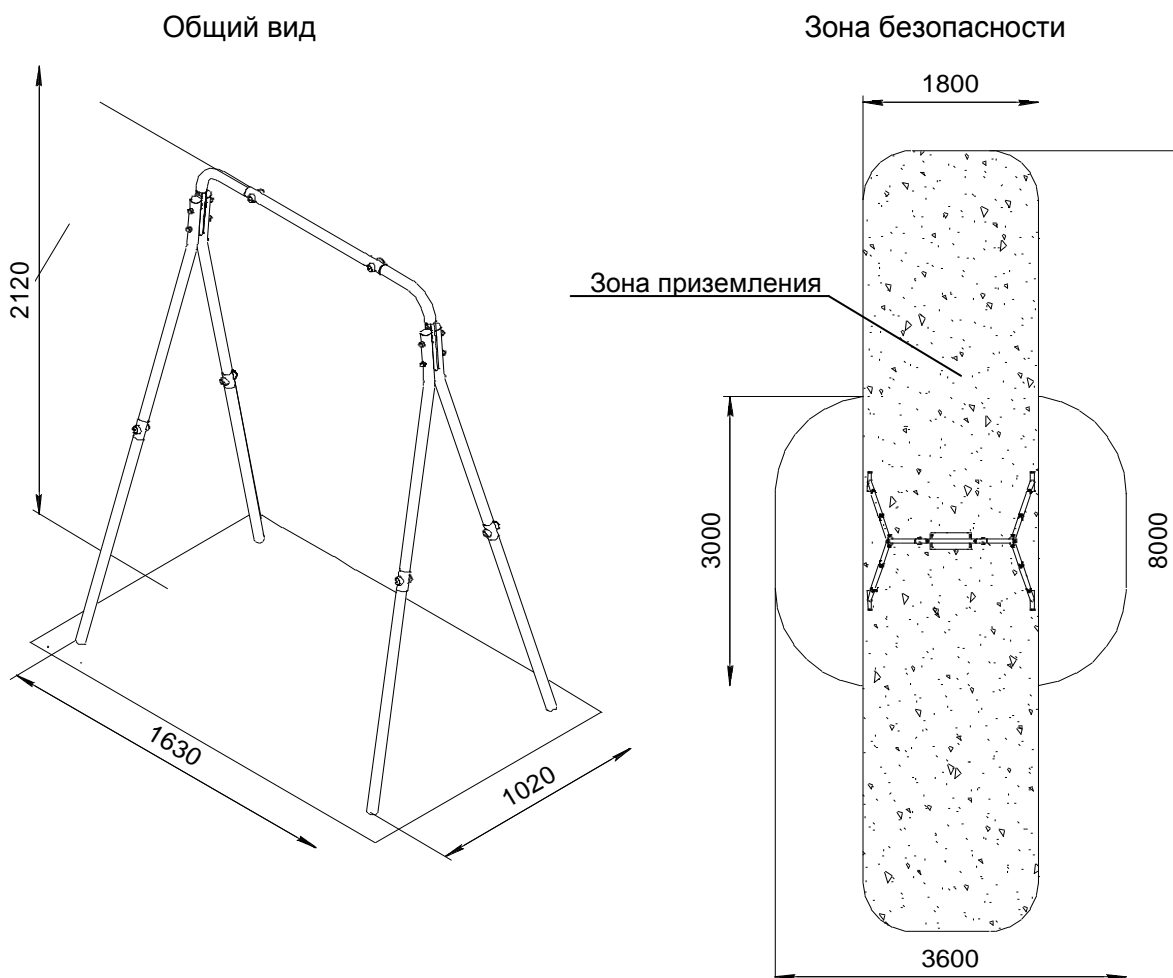

Рис.1
- 11.7. В зоне приземления, см (рис.1), должно быть ударопоглощающее покрытие (песок, древесные опилки), минимальной толщиной 300мм.